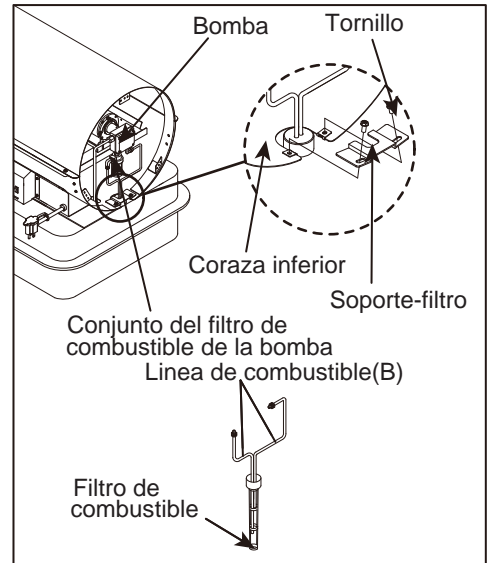

Figura 14. Desmontaje del Filtro de Combustible del Tanque
- Desconecte la línea de combustible (B) de la bomba y del conjunto del filtro de combustible de la bomba usando una llave de 3/8 pulg. (consulte la Figura 14).
- Conecte la línea de combustible (B) en la bomba y en el conjunto del filtro de combustible de la bomba.